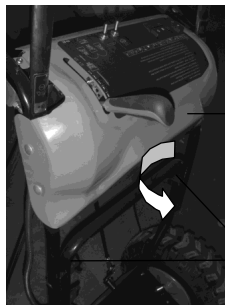

Abb. 2
2. **Montieren Sie die Armstütze** (Abb. 2): lösen Sie zuerst die Schraube, bohren Sie vier Löcher in die obere Armstütze, stopfen Sie die Schraube hinein und ziehen Sie sie mit einer Mutter fest.